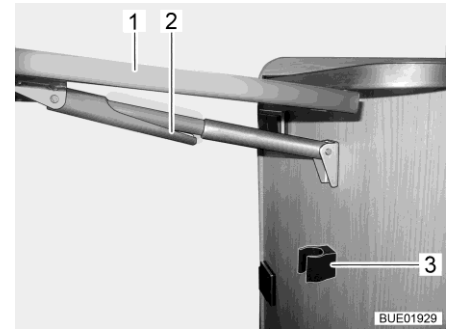

Fig. 51 Chiusura del tavolo ribaltabile su bancone
- Afferrare il tavolo ribaltabile su bancone (Fig. 51,1) sull'esterno e sollevarlo leggermente. Con l'altra mano ruotare e abbassare il dispositivo di fissaggio (Fig. 51,2) sul supporto telescopico.
- Orientare il piano del tavolo verso il basso, finché il supporto telescopico non ingrana nel supporto (Fig. 51,3).